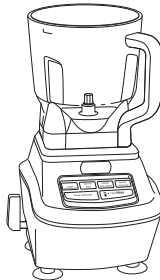

Fig. 3a
- 4 Il est possible d'insérer le bol sur le bloc-moteur de deux façons, soit la poignée en avant vers la droite ou vers la gauche. **(Fig. 3a, Fig. 3b)**